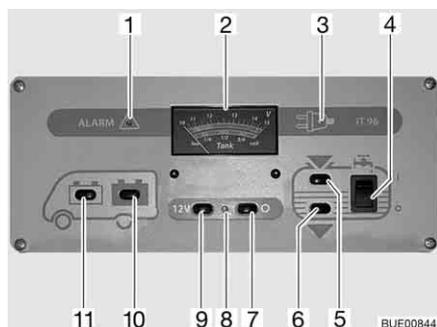

Fig. 129 Panneau de contrôle IT 96-2
L'interrupteur principal 12 V (Fig. 129,7 et 9) établit ou coupe le panneau de contrôle et l'alimentation 12 V de la cellule.
*Mise en marche :* ■ Appuyer sur le commutateur (Fig. 129,9) "12 V" : L'alimentation 12 V de la cellule est assurée. Le voyant de contrôle (Fig. 129,8) s'allume en vert.
*Mise hors service :* ■ Appuyer sur le commutateur (Fig. 129,7) "O" : L'alimentation 12 V de la cellule est coupée. Le voyant de contrôle (Fig. 129,8) s'éteint.
Observer sur l'indicateur de charge/de niveau de réservoir (Fig. 129,2), la graduation supérieure. L'indicateur s'éclaire automatiquement dès qu'un commutateur est actionné.
- Appuyer sur le commutateur (Fig. 129,11) "🚚" : La tension de la batterie de démarrage est affichée.
- Appuyer sur le commutateur (Fig. 129,10) "🔋" : La tension de la batterie de cellule est affichée.
Observer sur l'indicateur de charge/de niveau de réservoir (Fig. 129,2) la graduation inférieure. L'indicateur s'éclaire automatiquement dès qu'un commutateur est actionné.
- Appuyer sur le commutateur (Fig. 129,5)  : Le niveau du réservoir d'eau est affiché.
- Appuyer sur le commutateur (Fig. 129,6)  : Le niveau du réservoir d'eaux usées est affiché.
*Mise en marche :* ■ Commutateur à bascule (Fig. 129,4) vers le haut "I" : L'alimentation en eau est activée.
*Mise hors service :* ■ Commutateur à bascule (Fig. 129,4) vers le bas "O" : L'alimentation en eau est désactivée.
Le voyant d'alerte rouge "ALARM" (alarme) (Fig. 129,1) clignote dès que la charge de la batterie de cellule descend en dessous de 11 V (mesurée en marche) et qu'il y a risque de décharge profonde des batteries.
Le voyant de contrôle 12 V (Fig. 129,8) s'allume dès que l'interrupteur principal 12 V (Fig. 129,9) est enclenché.
Le voyant de contrôle jaune 230 V (Fig. 129,3) s'allume si l'arrivée du bloc électrique est sous tension de réseau.